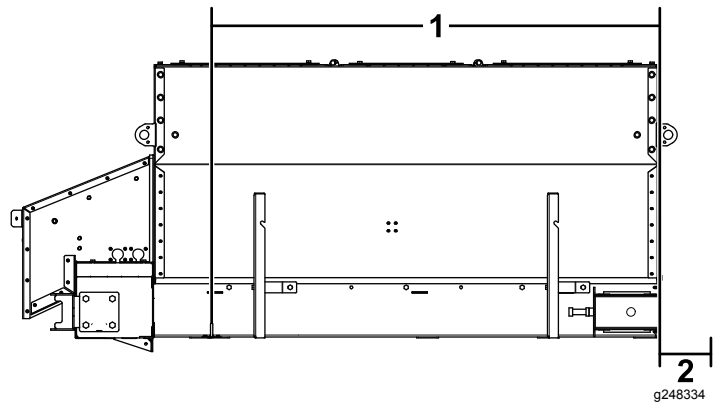

Bild 8
1. Kennzeichnen und bohren Sie die Löcher (7/16") für die D-Ringe, beginnen Sie mit den D-Ringen, die am nächsten zur Fahrerkabine liegen, wie in Bild 8 dargestellt. Die kabinenseitigen D-Ringe werden innerhalb des Abstandshalters positioniert.